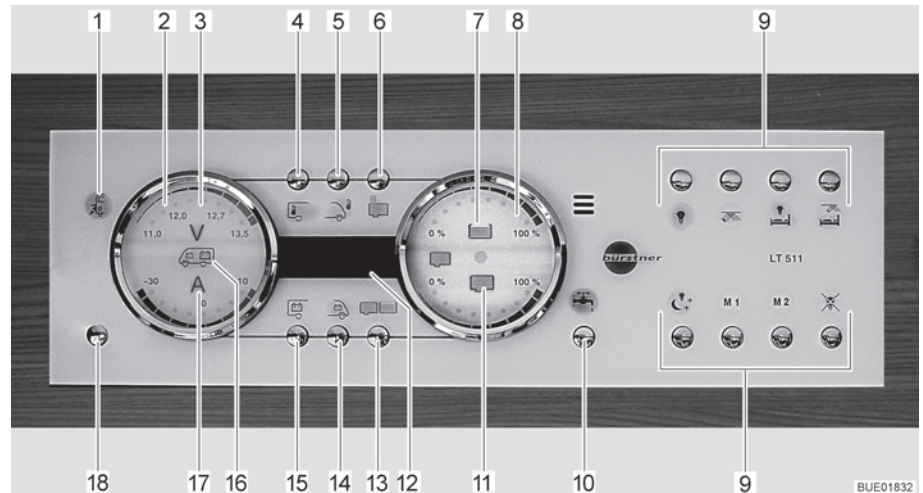

Fig. 119 Panneau de contrôle LT 511
Le voyant de contrôle 230 V (Fig. 119,1) s'allume si l'arrivée du bloc électrique est sous tension de réseau.
L'interrupteur principal 12 V (Fig. 119,18) établit ou coupe le panneau de contrôle et l'alimentation 12 V de la cellule.
- Appuyer brièvement sur la touche d'alimentation 12 V (Fig. 119,18). L'alimentation 12 V de la cellule est assurée. L'indicateur de contrôle "12 V" s'allume.
- ▷ La tension de la batterie de cellule est trop faible quand les DEL "11,0" de l'affichage en Volt et le symbole Volt "V" (Fig. 119,3) clignotent dans l'indicateur des batteries (Fig. 119,2) après la mise sous tension. Charger la batterie.
- ▷ La coupure de batterie est active quand l'indicateur de contrôle "12 V" et le symbole Volt "V" (Fig. 119,3) clignotent trois fois après la mise sous tension. Désactiver la coupure de batterie.
- Appuyer brièvement sur la touche d'alimentation 12 V (Fig. 119,18). L'alimentation 12 V de la cellule est coupée. L'indicateur de contrôle "Alimentation 12 V" s'éteint.
- Appuyer sur la touche batterie de cellule (Fig. 119,15) et la maintenir enfoncée pendant 10 secondes environ. Le symbole Volt "V" (Fig. 119,3) et l'indicateur de contrôle "12 V" clignotent trois fois. La batterie de cellule est coupée du réseau de bord de 12 V.
- Appuyer sur la touche d'alimentation 12 V (Fig. 119,18) et la maintenir enfoncée pendant 5 secondes environ. Le symbole Volt "V" (Fig. 119,3) et l'indicateur de contrôle "12 V" clignotent trois fois. La batterie de cellule est branché au réseau de bord 12 V. L'indicateur de contrôle s'allume au bout d'env. 5 secondes.
- Appuyer sur la touche de la batterie de cellule (Fig. 119,15). Le symbole Volt "V" (Fig. 119,3) s'allume. Le symbole Ampère "A" (Fig. 119,17) est allumé en blanc ou en rouge suivant l'état de chargement ou de déchargement. Les DEL à l'intérieur de l'indicateur indiquent la tension de la batterie et le courant de la batterie de cellule.
- Appuyer sur la touche de la batterie de démarrage (Fig. 119,14). Le symbole Volt "V" (Fig. 119,3) s'allume. Des DEL à l'intérieur de l'indicateur indiquent la tension de la batterie de démarrage.
- Appuyer sur la touche réservoirs (Fig. 119,13). Les symboles réservoir d'eau (Fig. 119,7) et réservoir d'eaux usées (Fig. 119,11) s'allument. Des DEL à l'intérieur de l'indicateur indiquent le niveau du réservoir d'eau (échelle supérieure) et celui du réservoir d'eaux usées (échelle inférieure).
Le symbole du réservoir d'eau (Fig. 119,7) ou celui du réservoir d'eaux usées (Fig. 119,11) clignote quand le réservoir d'eau est vide ou que le réservoir d'eaux usées est plein.
L'affichage numérique (Fig. 119,12) permet d'indiquer les températures intérieure et extérieure.
Affichages : ■ Appuyer sur la touche température intérieure (Fig. 119,4). La température intérieure s'affiche.
■ Appuyer sur la touche de la température extérieure (Fig. 119,5). La température extérieure s'affiche.
La touche Pompe à eau (Fig. 119,10) permet d'allumer et d'éteindre la pompe à eau.